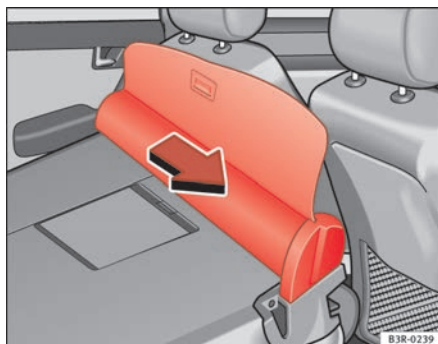

Fig. 122 Desmontar a cobertura do porta-bagagens / rede de separação
- Puxe a rede de separação no sentido da seta ⇒ fig. 122 e retire-a das guias.